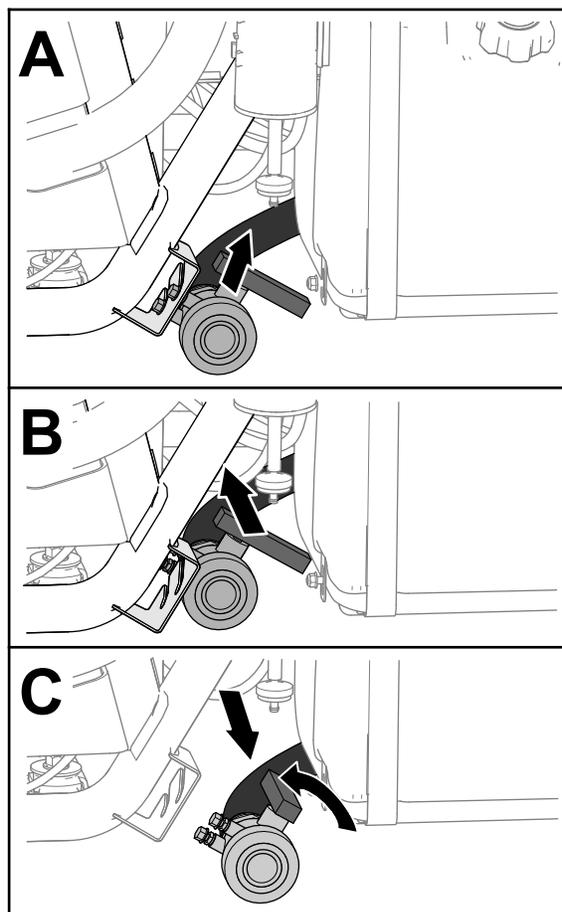

図 28
2. 車両左側、燃料タンクの前方向にあるタンクドレンバルブを探し出す 図 28。
3. ドレンバルブを持ち上げて車両内側へ押し込み、バルブのスタッドがブラケットのスロットから外して、バルブを外す 図 28。
4. 薬剤回収容器の中にバルブを入れ、バルブのハンドルを左に回してバルブを開く (図 28)。
5. 排出が完全に終了したら、ドレンバルブのハンドルを「閉」に回し、バルブをブラケットに元通りに取り付ける 図 28。